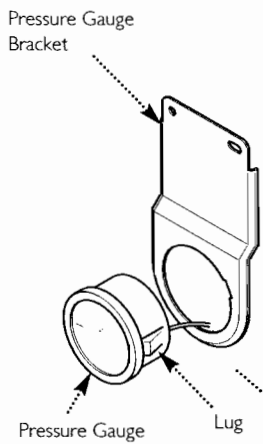

Fig. 57
13.12 Pressure Gauge (Fig. 57)